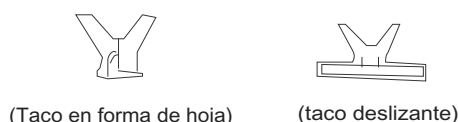

Fig.42-3
- Incrustar los pernos (vea Fig. 42-3)